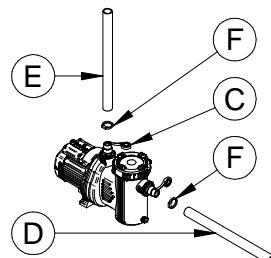

Fig. 96
3. Realizar algunas vueltas del teflón suministrado con el equipamiento alrededor de los portagoma (Fig. 96, # C; *componentes hidráulicos*) para garantizar la estanqueidad del tubo (*componentes hidráulicos*) en el portagoma.
4. Conectar el tubo (*componente hidráulico*) de *aspiración* al portagoma IN (Fig. 96, # D) y el tubo de *impulsión* al portagoma OUT (Fig. 96, # E). Asegurar los tubos (*componente hidráulico*) con abrazaderas (Fig. 96, # F).